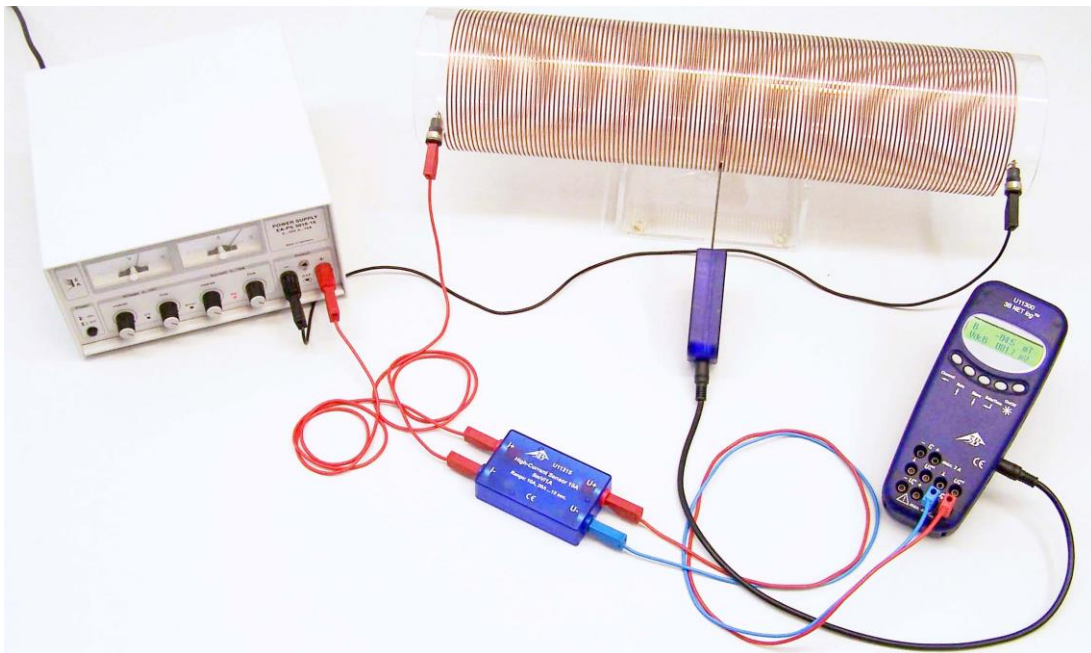

Fig. 1 Mesure du champ magnétique d'une bobine traversée par du courant
- Montez l'expérience comme le montre la fig. 1.